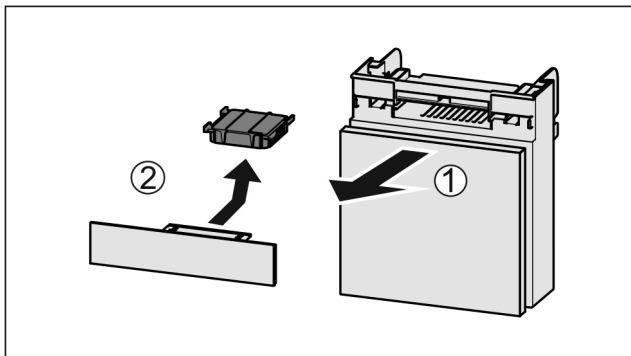

Fig. 114
- ▶ Zásuvku vytáhněte dopředu Fig. 114 (1).
- ▶ Filtr s aktivním uhlím vyjměte Fig. 114 (2).